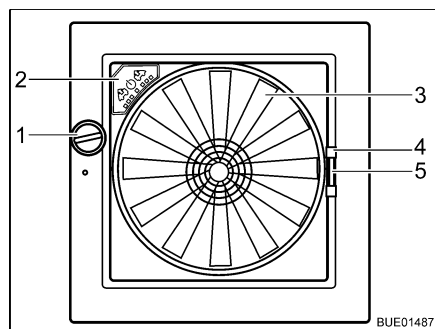

Fig. 119 Oblò Omni-Vent
- Apertura:** ■ Ruotare la manopola (Fig. 119,1), finché non si raggiunge l'angolo di apertura desiderato.
- Chiusura:** ■ Ruotare la manopola (Fig. 119,1), finché l'oblò non è completamente chiuso.
- Chiusura:** ■ Tirare la protezione contro gli insetti per la maniglia (Fig. 119,4) verso il lato opposto del telaio.
- Chiusura:** ■ Serrare la maniglia (Fig. 119,5) dell'oscurante.
Se l'oblò è aperto, l'abitacolo può essere ventilato e sfiatato con il ventilatore a 6 stadi (Fig. 119,3). Il ventilatore si controlla dal quadro di comando (Fig. 119,2).